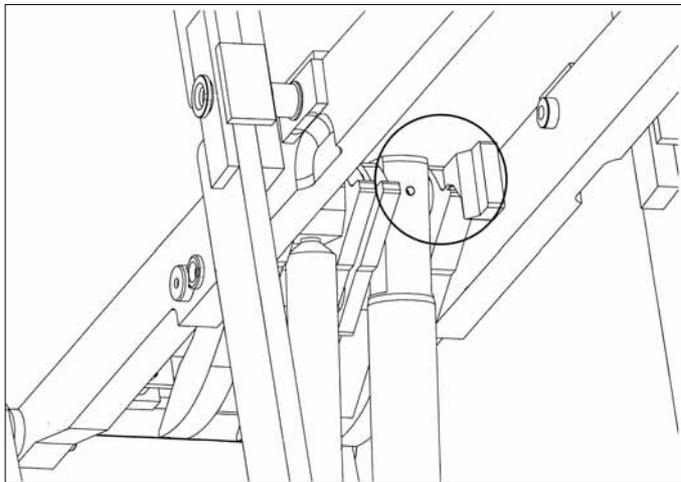

Fig.3 (circoletto in figura)
- Controllare i leveraggi cinematici sulle forbici (v. Fig.3)